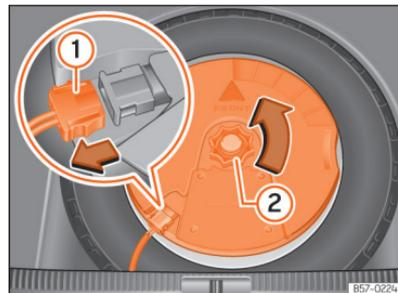

Abb. 250 Im Gepäckraum: Subwoofer ausbauen.
- Ziehen Sie das Subwoofer-Lautsprecherkabel heraus »» (Abb. 250) ①.
- Drehen Sie das Befestigungshandrad entgegen dem Uhrzeigersinn heraus »» (Abb. 250) ②.